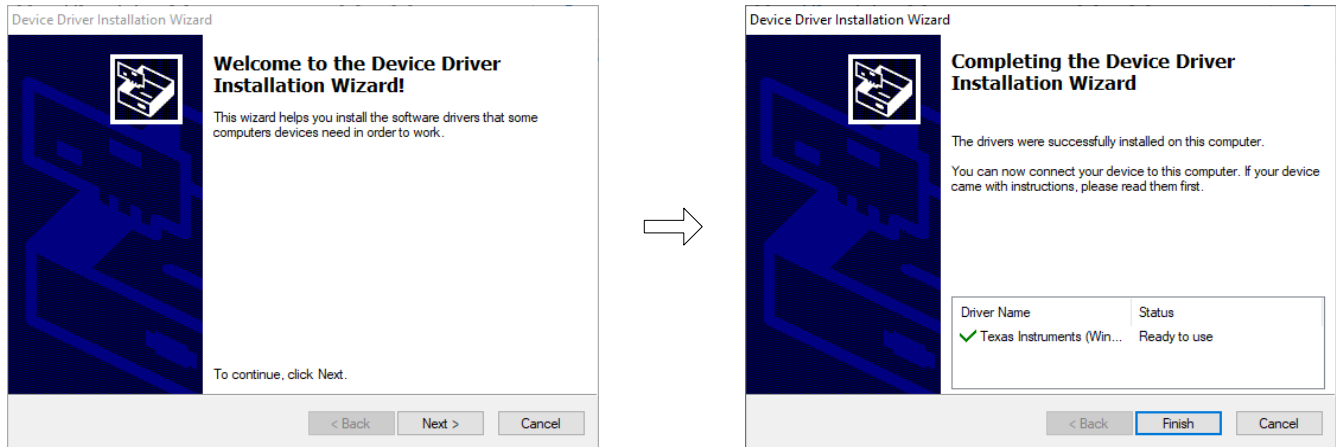

图 5-3. 器件驱动程序安装向导提示
3. 在 ADS835xEVM GUI 安装过程中，屏幕上会显示 器件驱动程序安装向导 ( 图 5-3 )。点击 **Next** 按钮继续，然后在安装完成后点击 **Finish** 按钮。